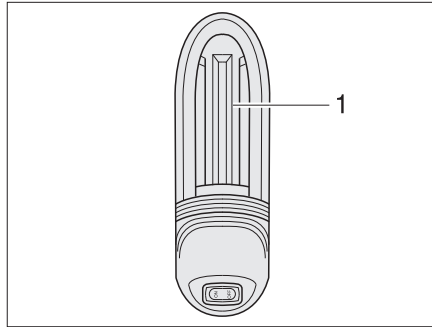

Fig. 365 Lámpara de garaje
- Empujar la tapa de la lámpara (Fig. 365,1) ligeramente hacia arriba y retirarla.